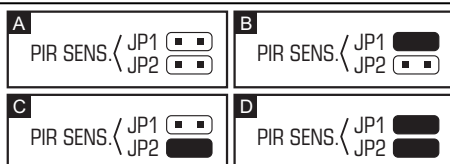

Рис. 2. Способ установки чувствительности извещателя (А – низкая, В и С – средняя, D – высокая чувствительность) [■ – штырьки замкнуты; □ – штырьки разомкнуты].
**PIR SENS.** – определяет чувствительность извещателя (см.: рис. 2);